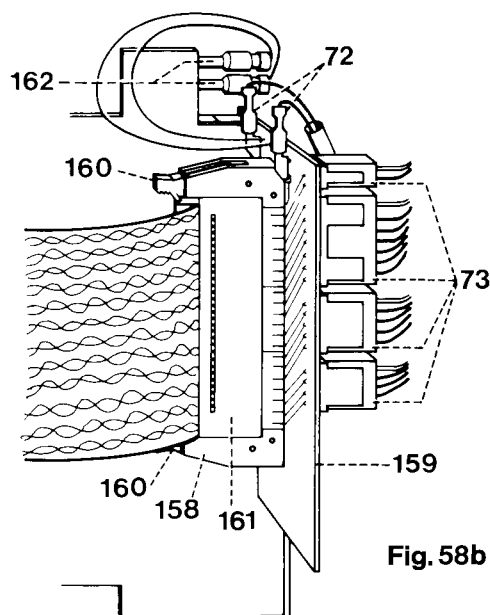

Fig. 58b
- Die zwei Fußanlasserkabel 72 auf den Teststecker 159 schieben (siehe Abb. 58b).
- Push the two foot control wires 72 onto test plug 159 (Fig. 58b).
- Brancher les deux cordons 72 du rhéostat sur l'adaptateur 159 du testeur (fig. 58b).